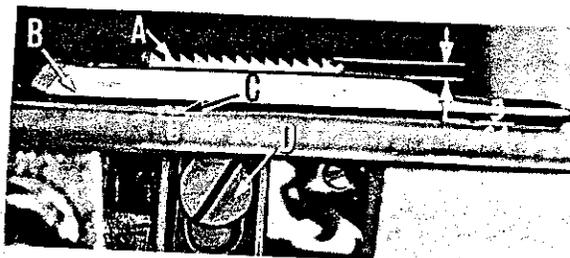

Fig. 8
Coloque los dientes de alimentación (A, Fig. 8) en la plancha (B) de manera que haya igual distancia en todos los puntos alrededor de los dientes. Asegúrese de que los dientes extienden la altura de un diente entero o  $3/64$ " de pulgada (1.18mm) arriba de la plancha y que estén paralelos con la plancha en el punto alto de su recorrido. Ajuste el tornillo de fijación (C) debajo de los dientes para mantener el ajuste. El tornillo (D) mantiene los dientes de alimentación en su lugar.